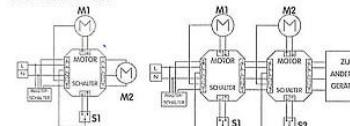

Abbildung 1
- Gemäß Abbildung 1 dürfen die Stromwerte des Motors max. 8A betragen.